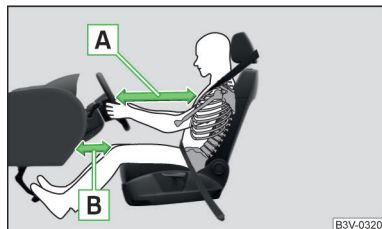

Fig. 9
- Es importante que el conductor y el acompañante mantengan una distancia mínima de 25 cm con respecto al volante o al tablero de instrumentos » fig. 9 A. Si no respeta esta distancia, el sistema de airbag no podrá protegerle. ¡Peligro de muerte! Además, los asientos delanteros y los reposacabezas siempre deben estar correctamente ajustados a la estatura del ocupante.
- Ajustar el asiento del conductor longitudinalmente de forma que la distancia de las piernas hasta el cuadro de interruptores en la zona del airbag para las rodillas sea al menos de 10 cm » **fig. 9 - B**. En caso de que no sea posible cumplir esta condición debido al tamaño del cuerpo, se debe acudir a un taller especializado.